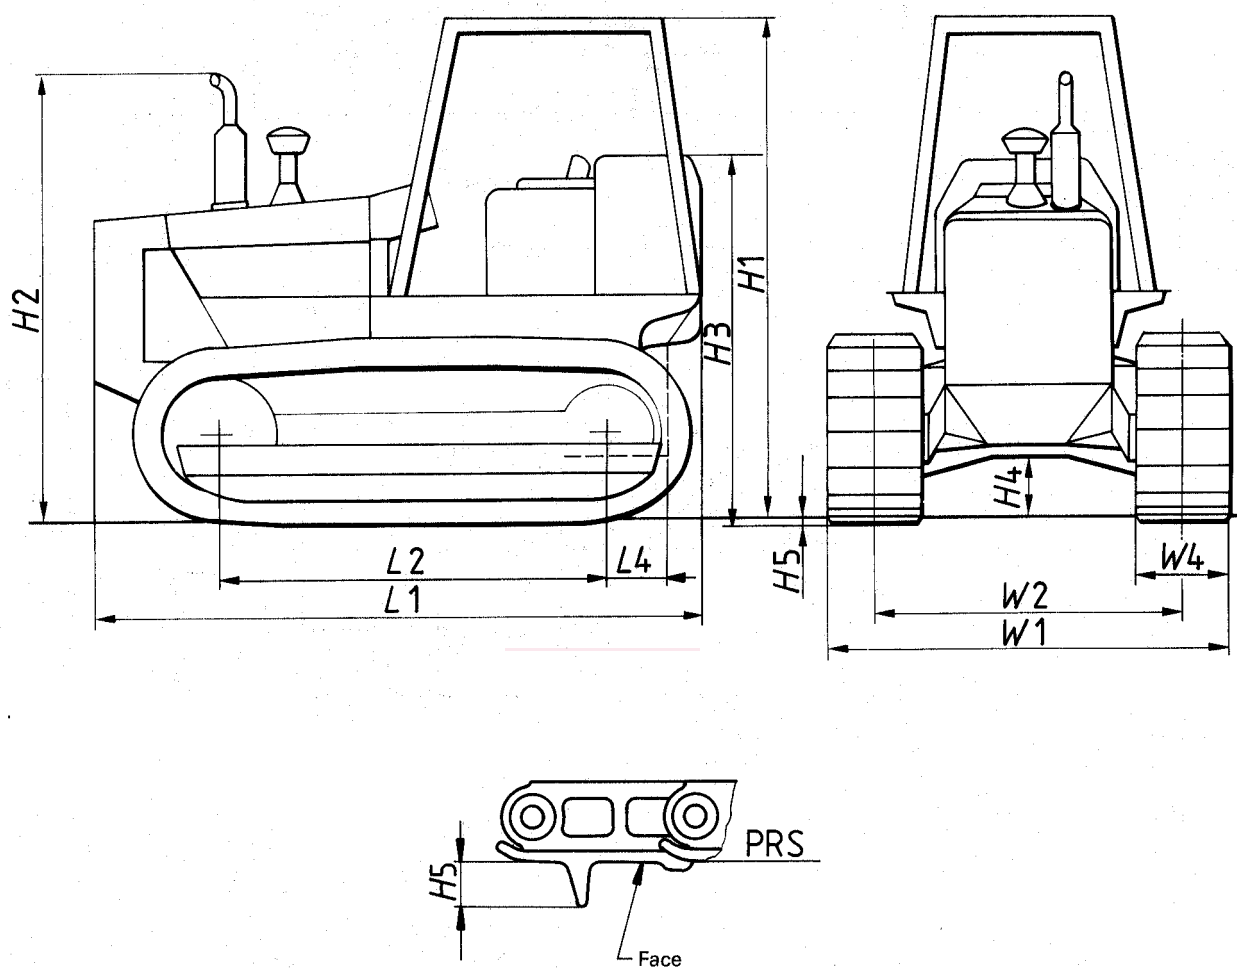

Figure 14 — Dimensions de l'engin de base (tracteur à chenilles)
5.2 Dimensions (voir figures 14 et 15)